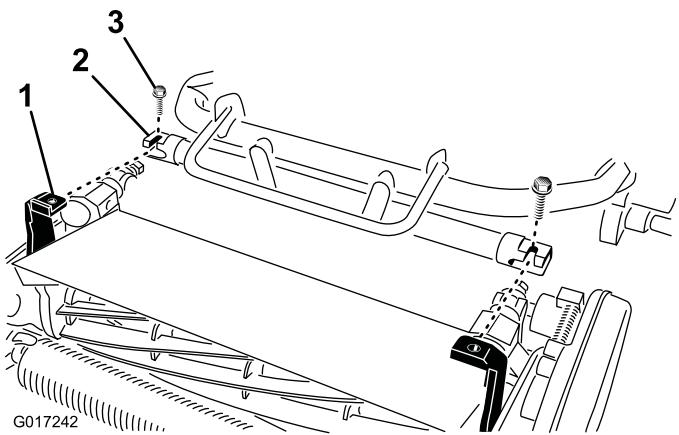

Figura 5
- Manobre a estrutura da unidade de tracção (Figura 5) para a frente até engatar nos braços articulados da unidade de corte.
- Fixe a estrutura da unidade de tracção aos braços articulados da unidade de corte com (2) parafusos 3/8 x 3/4 pol. (Figura 5)
- Nota:** Para remover a unidade de corte, solte os (2) parafusos 3/8 x 3/4 pol. aproximadamente 1 volta e meia e rode os braços de articulação para fora.